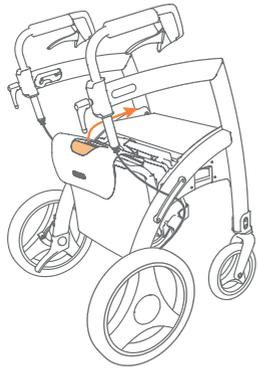

Figura 33: tirare lo schienale verso l'alto e in avanti.
- Per convertire il deambulatore in una sedia da trasporto, il pacchetto sedia da trasporto deve essere tirato su. Prendete la maniglia della sedia da trasporto e tiratela leggermente verso l'alto e in avanti fino a metà del telaio (**Figura 33**).